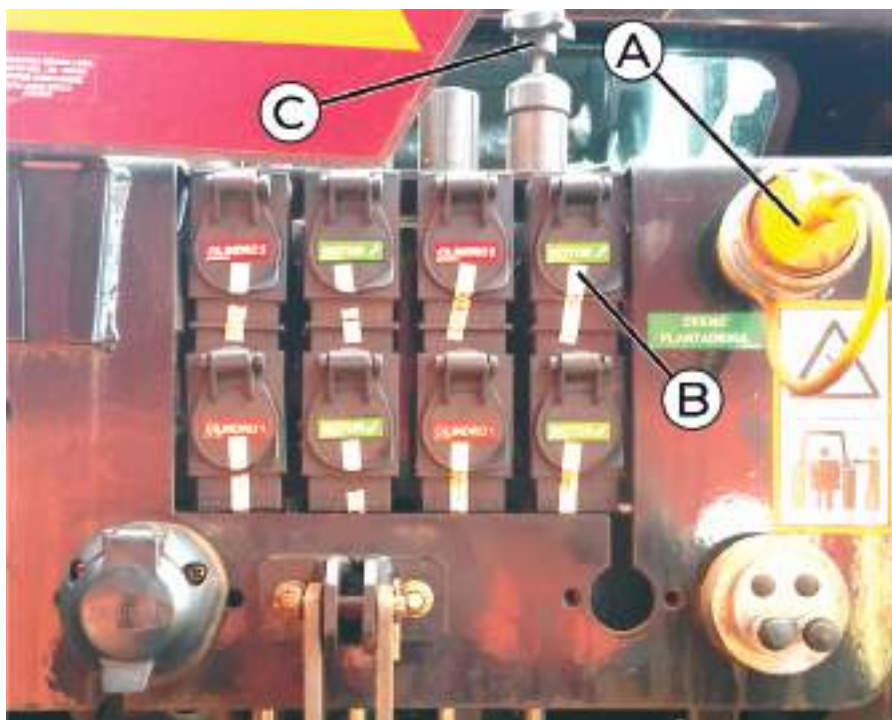

fig. 22
Quando o motor da turbina possuir 2 (duas) mangueiras, faça a ligação no comando hidráulico do trator (fig. 22) do retorno (A) e da pressão (B). A regulagem da vazão de óleo no comando pode ser ajustada pelo regulador (C).